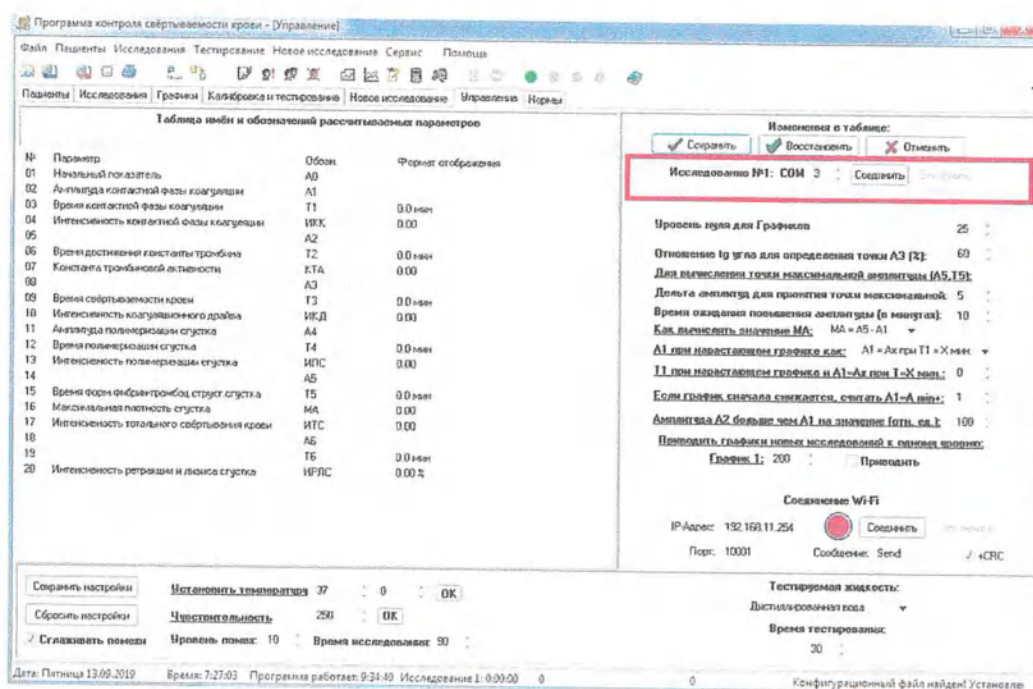

Рисунок 18 – Подключение аппарата
- Расположенными на вкладке «Управление» элементами управления провести настройку номера виртуального порта подключения аппарата к ПЭВМ – указать присвоенный системой номер и нажать кнопку «Соединить» (рисунок 18). (В дальнейшем, это подключение будет использоваться автоматически, если физический USB-порт не был изменен). На лицевой панели аппарата должен загореться индикатор соединения с ПЭВМ – «СВЯЗЬ С ПК».